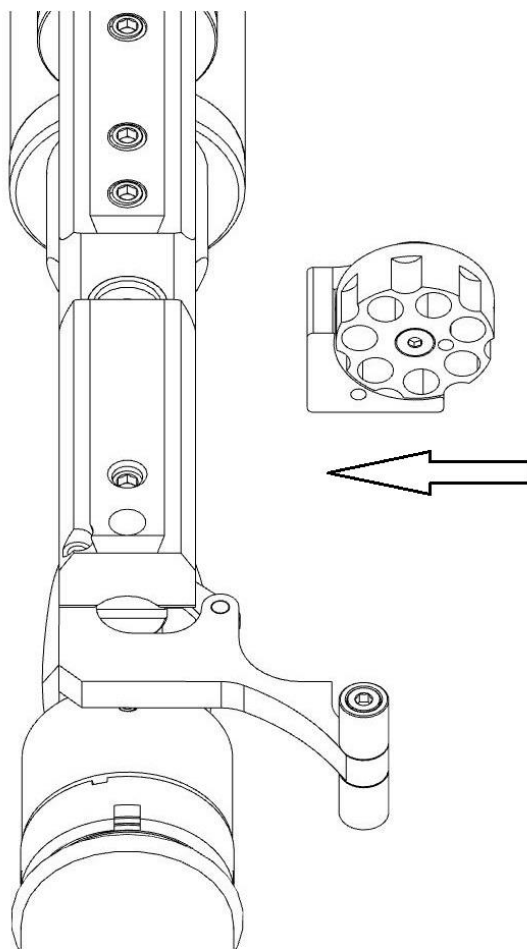

Рисунок 5.
- Установить барабан с пулями в прорезь ствольной коробки до щелчка (Рисунок 5).